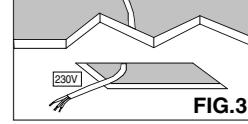

FIG.3
- Praticare una cava nel controsoffitto verificando le dimensioni in Tab.1 (FIG.3).
• Hacer el agujero en el cielo raso verificando las dimensiones en el cuadro 1 (FIG. 3)
- Make a hole in the false ceiling, respecting the dimensions in table 1 (FIG. 3)
• Die Abmessungen in Tabelle 1 kontrollieren und das Deckenausschnitt machen (FIG.3).